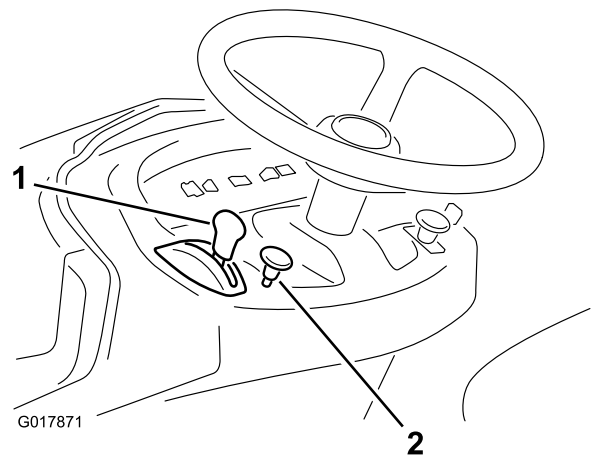

Figure 9
5. Pour démarrer un moteur à froid, tirez sur la commande de starter (Figure 9)
6. Tournez la clé de contact dans le sens des aiguilles d'une montre et maintenez-la en position de Démarrage (Figure 9).
7. Lorsque le moteur démarre, amenez progressivement la manette d'accélérateur en position Haut régime (Figure 9).
1. Placez la manette d'accélérateur à la position bas régime (Figure 9).
2. Tournez la clé de contact à la position contact coupé (Figure 9).